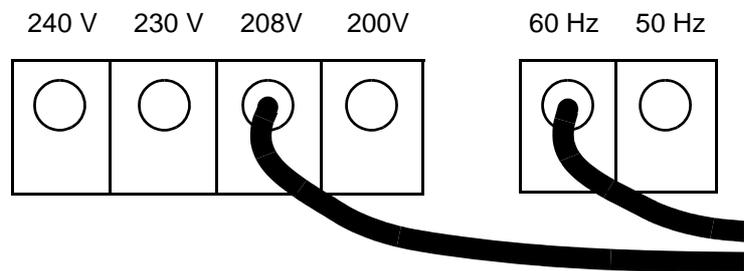

Bild 1: Anpassen des Ballasts
3. Siehe Bild 1. Die **längere** schwarze Leitung muss mit dem Anschluss verbunden sein, der der örtlichen Netzspannung entspricht. Lösen Sie die Verbindung und verbinden Sie die Leitung mit der korrekten Klemme, wenn die Einstellung nicht richtig ist. Wenn die örtliche Netzspannung zwischen zwei am Ballast vorhandenen Werten liegt, verbinden Sie die Leitung mit dem Anschluss für die nächst höhere Spannung (wenn die örtliche Netzspannung 220 V beträgt, verwenden Sie den Anschluss für 230 V).